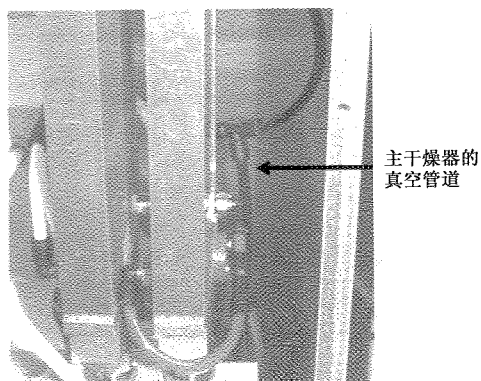
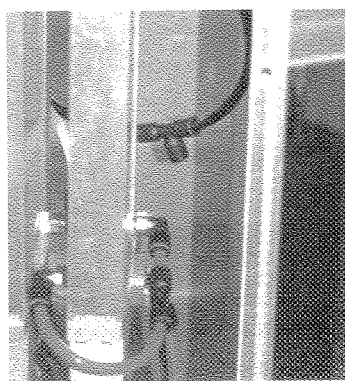

图 2-64 主干燥器真空管道的 T 形接口
图 2-65 从 T 形接口拆下的主干燥器真空管道
(6)此时显示“断开真空管道连接”(Disconnect Vacuum Line)界面。从干燥器真空管道的 T 形接口底部拆下主管道(图 2-64 和图 2-65)。选择“下一步”;